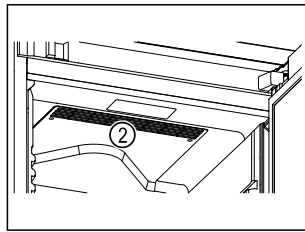

Fig. 62
- ☐ Odstąpić szczeliny wentylacyjne Fig. 62 (2) dmuchawy wewnątrz urządzenia.